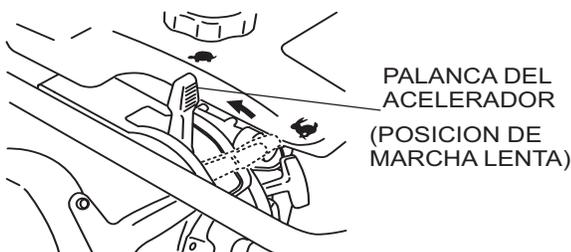
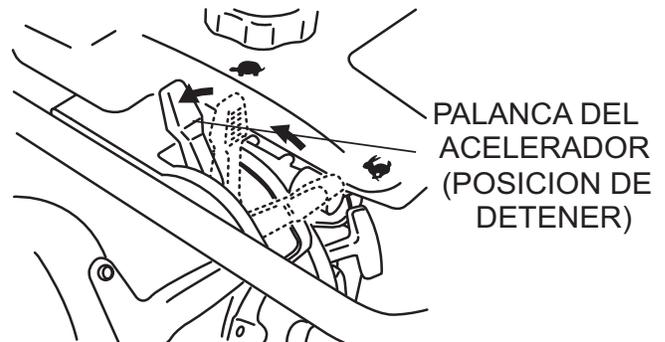

Figura 9. Palanca del acelerador (Posición de marcha lenta)
Figura 10. Palanca del acelerador (Posición de detener)
3. Para detener la acción de apisonar, mueva la palanca del acelerador rápidamente de la posición de **ARRANQUE** a la posición de **MARCHA LENTA** (Figura 9).
1. Mueva la palanca del acelerador rápidamente de la posición **ARRANQUE** a la posición de **MARCHA LENTA** (Figura 9) y el motor funcionara a baja velocidad por tres minutos. Después de que el motor se **enfríe**, mueva la palanca del acelerador a la posición de **DETENER** (Figura 10). El motor se detendrá y la válvula de combustible se cerrará automáticamente.